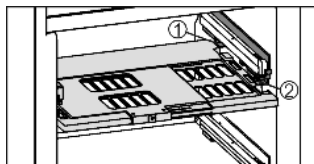

Fig. 14
► Vochtreguleringsplaat terugplaatsen: dekselranden van de plaat van onder in de achterste houder Fig. 14 (1) plaatsen en aan de voorkant in de houder Fig. 14 (2) vastklikken.